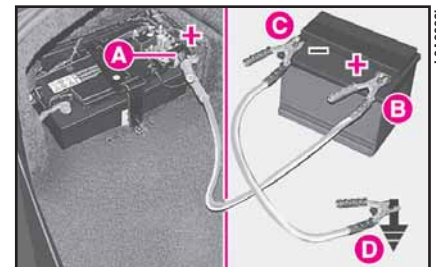

fig. 3
5) Brancher les bornes positives (+) A (fig. 3) et B des deux batteries à l'aide d'un câble spécial.